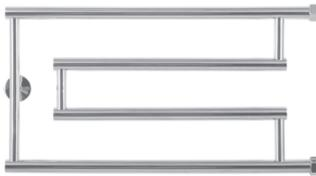

Рис. 1
1.2. Конструктивно полотенцесушитель изготавливается различных моделей (рис. 1, 2, 3).